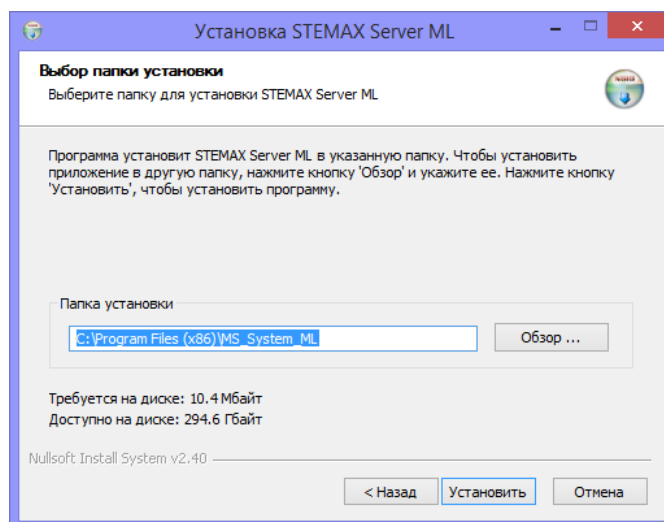

Рисунок 2.2 – Выбор папки установки
3. В следующем окне выберите папку установки и нажмите кнопку (см. рисунок 2.2).